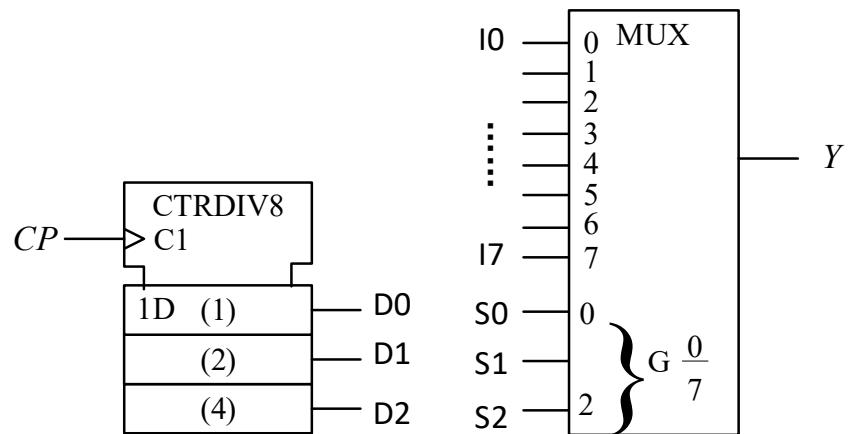

图 4
2、(6%) 用图 4 所示的二进制计数器和 8 选 1 多路器设计一个序列信号发生电路，产生序列 00001111。